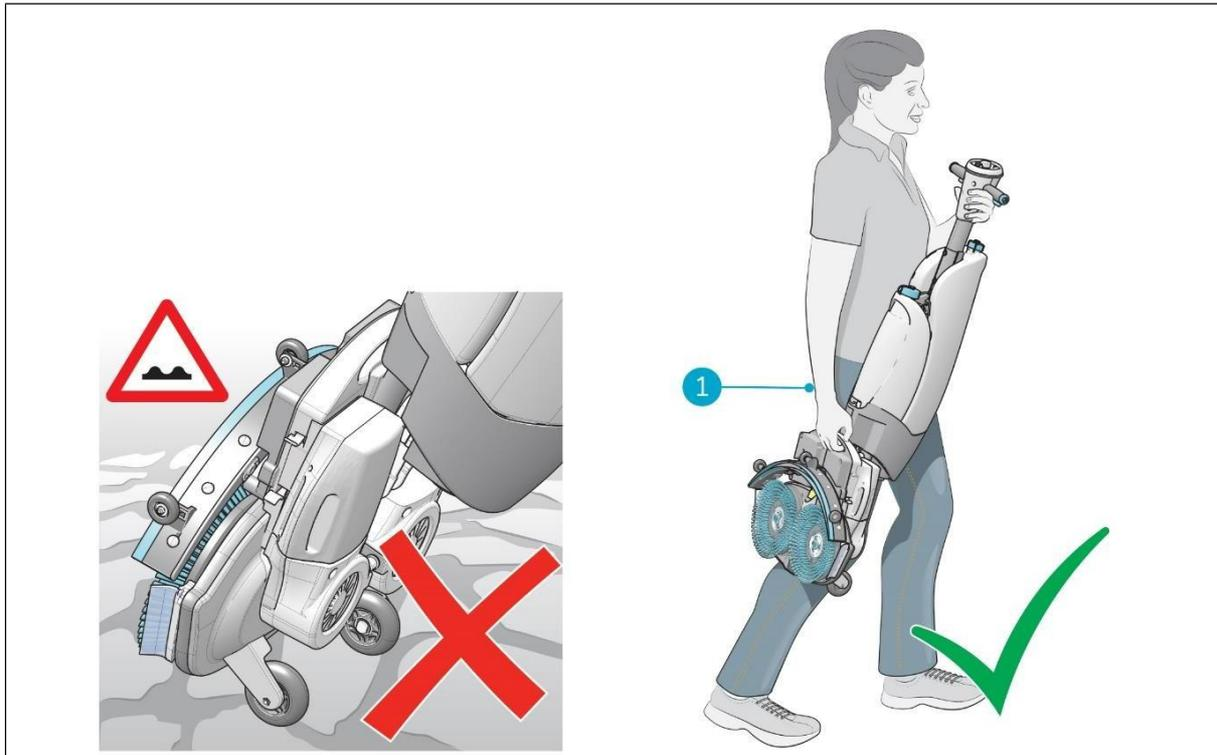

Figura 5
2. Portare i-mop XL basic con una mano e tenere l'impugnatura con l'altra (figura 5, punto 1).